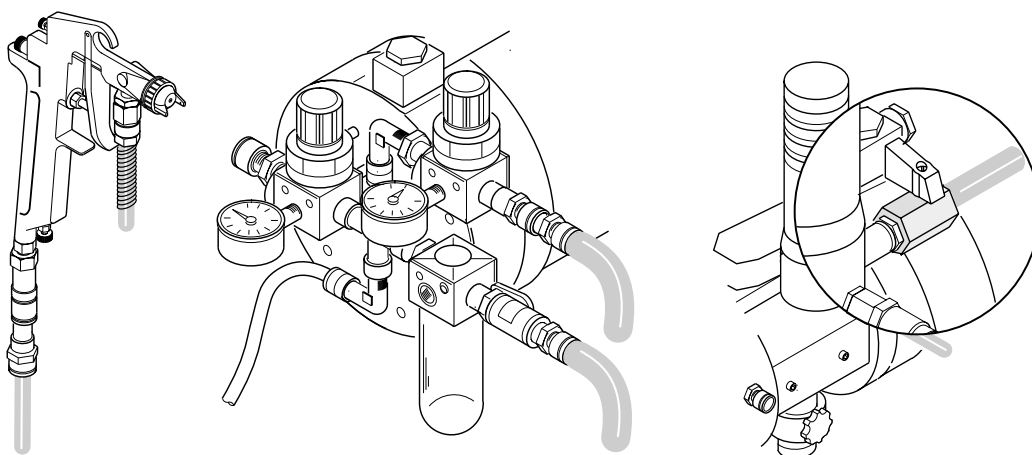

Fig.37
- 3) Controllare che i tutti i tubi (aria e prodotto) siano collegati in modo corretto (fig.37). Nel caso di errato posizionamento prima di scollegare qualsiasi tubo chiudere il rubinetto ingresso aria.